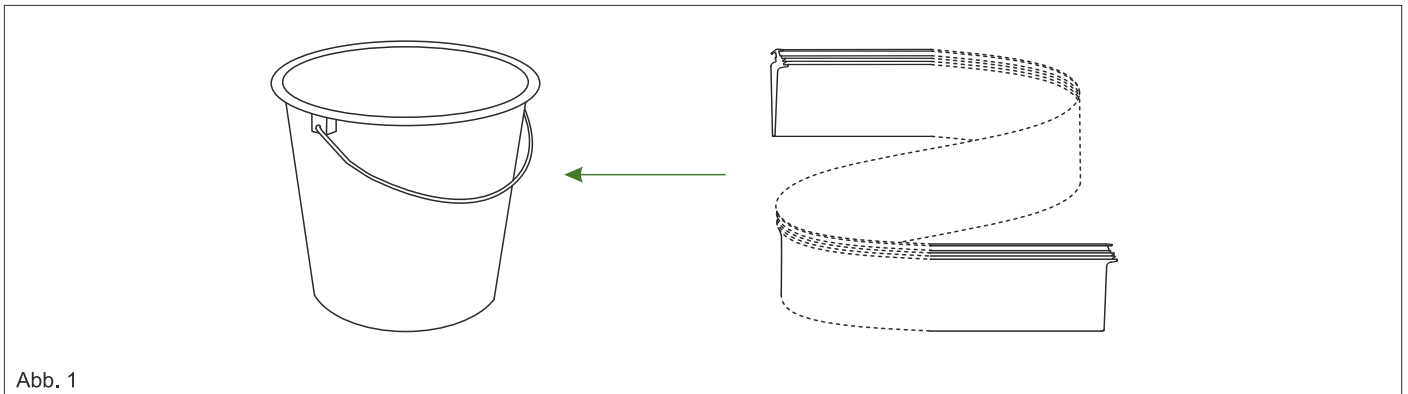

Abb. 1
2. Nehmen Sie als erstes einen Eimer und legen Sie die Wandprofil-Gummidichtung (WP-G) rein. Füllen Sie den Eimer mit heißen (kein kochendes Wasser) Wasser auf siehe Bild 1. Lassen Sie die Gummidichtung solange im Wasser stehen, bis diese in den weiteren Schritten benötigt wird. Siehe Abb. 1.
Bitte stellen Sie fest, dass die Wand an der Stelle, wo Sie den Wandprofil montieren möchten, flach ist, und keine weiteren Komponente dem Bauvorhaben im Weg stehen. Siehe Abb. 1.